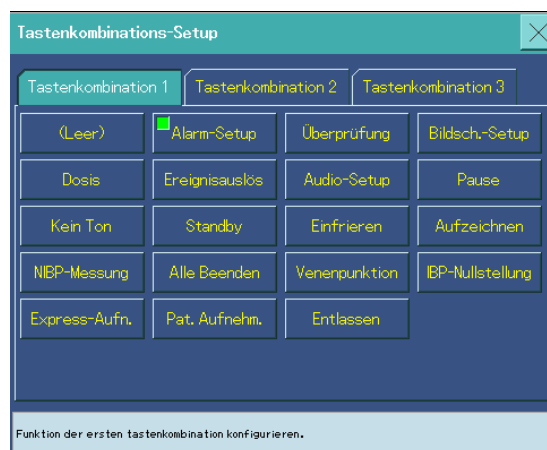

Abbildung 2.13 Tastenkombination -Setup
2. Wählen Sie **[Tastenkombination>>]**. Als Nutzer haben Sie die Möglichkeit, die angezeigten Schnelltasten auszuwählen und nach Bedarf in der aktuellen Bildschirmanzeige anzuordnen; siehe Abbildung 2.13: